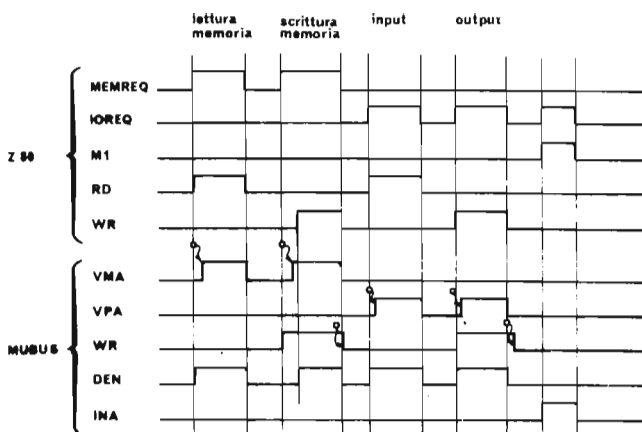

Figura D-2
Tutte le informazioni di stato (ciclo di rinfresco, riconoscimento dell'interruzione, accesso a memoria o periferico) sono decodificate ed inviate su linee separate del bus, definite nella tabella del MUBUS. (vedi fig. D.2). Viene anche generato un segnale di scrittura anticipato (WR), che semplifica l'interfacciamento al bus di qualsiasi tipo di memoria e può comandare direttamente la direzione dei buffer sulle linee dati. Il LED LD segnala l'esecuzione di una istruzione di HALT.